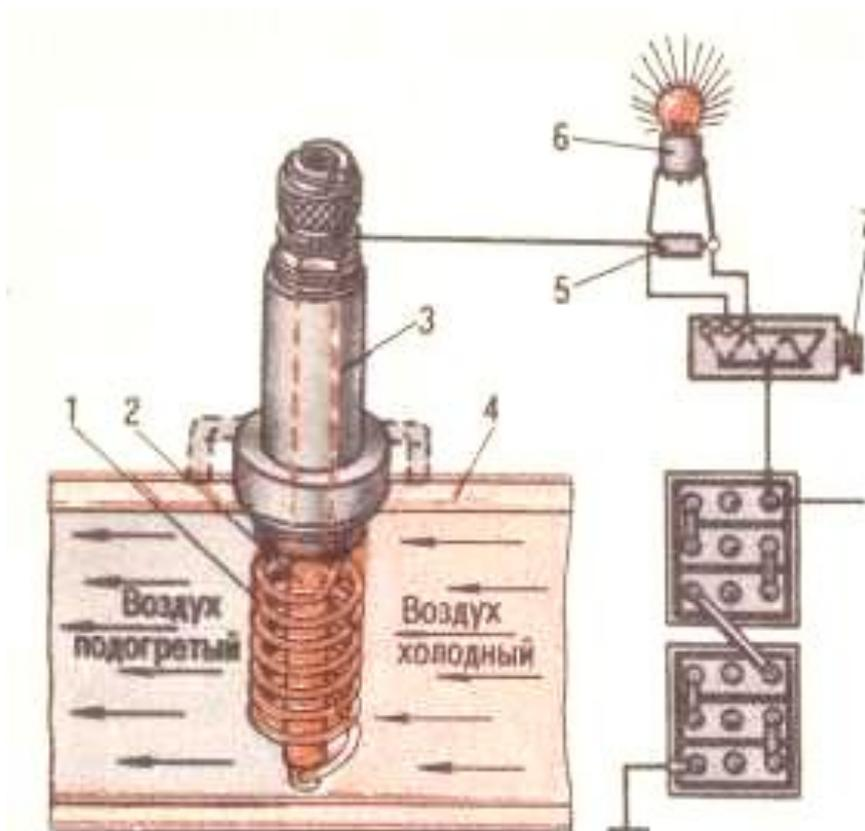

Рисунок 4 – Схема подогрева воздуха свечой накаливания:
**Свеча накаливания** состоит из корпуса 3 (рис.4), на котором укреплены стержень 2 и спираль накаливания 1. Свеча однопроводного исполнения устанавливается во впускной трубе 4 дизеля. Последовательно со свечой в цепь аккумуляторной батареи включается дополнительное сопротивление 5 и параллельно ему контрольная лампочка 6.